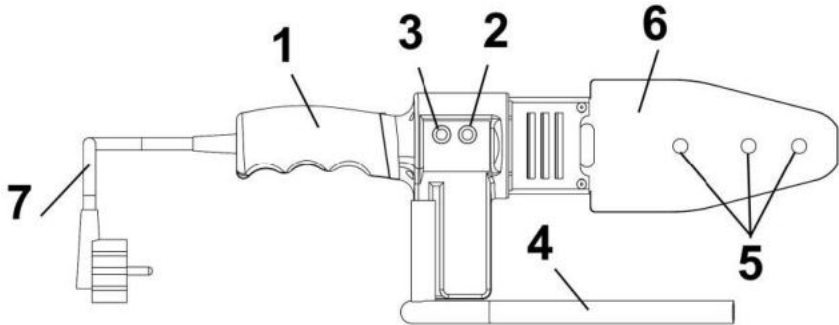

Рисунок 1
2.2.1 Виріб складається з наступних основних частин: нагрівального елемента (6), в який встановлюються циліндричні змінні насадки з тефлоновим покриттям для розігріву стикових поверхонь труб різноманітних діаметрів перед зварюванням; корпусного блоку управління з рукояткою (1), двома світловими індикаторами (2,3) та фіксатором для під'єднання опори; опора для встановлення та утримання виробу під час розігріву – згідно рис. 1. Виріб комплектується змінними насадками для певної номенклатури діаметрів труб.